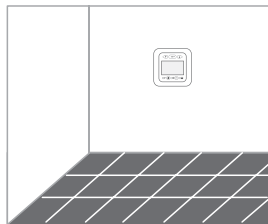

Рис.7
10. Уложите напольное покрытие (Рис.7).